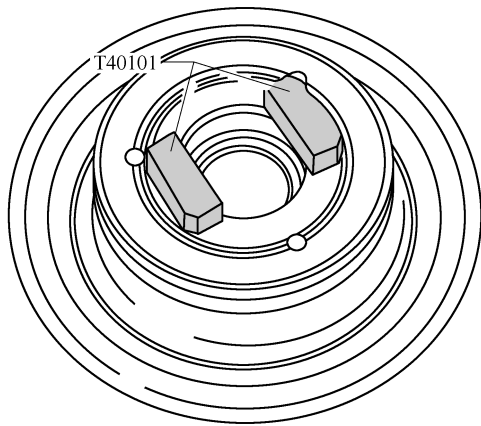

图 2-2-57 将 2 个量块 T40101 放在已清洁过的压板工作面上
(1) 首先检查压板有无损坏, 必要时更换。翻转压板, 将它放置在平整且干净的表面上。
(2) 将 2 个量块 T40101 放在已清洁过的压板工作面上, 如图 2-2-57 所示。量块 T40101 必须整个表面贴在干净的工作面上, 不允许靠在边缘上。